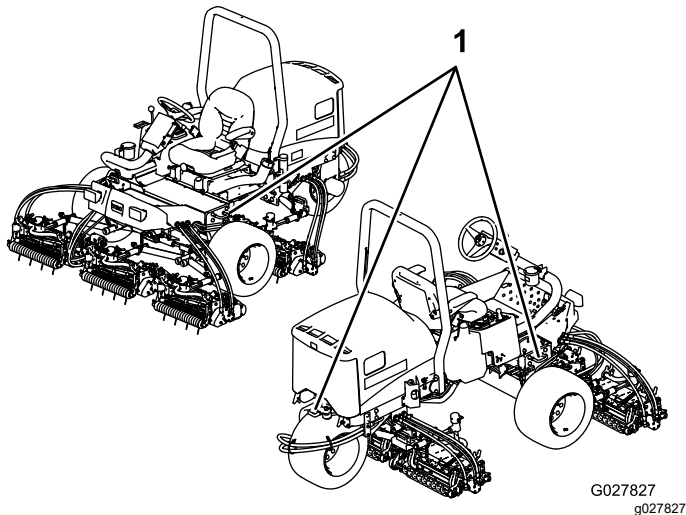

図 39
5. マシンにはロープ固定用のアイがついているので、チェーンやロープなどを使ってトラックやトレーラに機体をしっかりと固定する 図 39